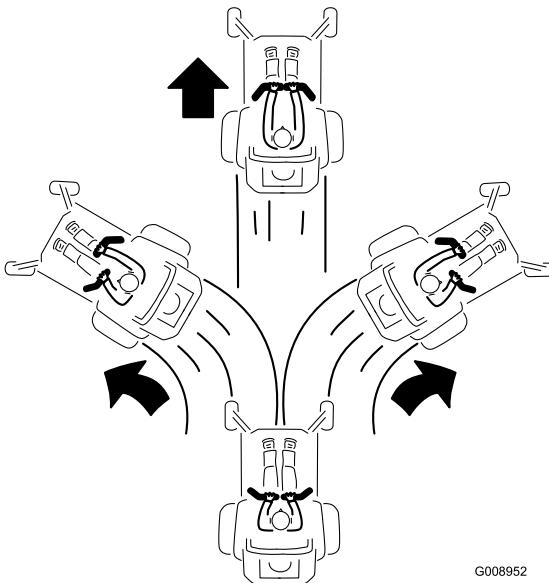

Figura 24
2. Para andar para frente empurre as alavancas de controlo do movimento lentamente para a frente (Figura 24).